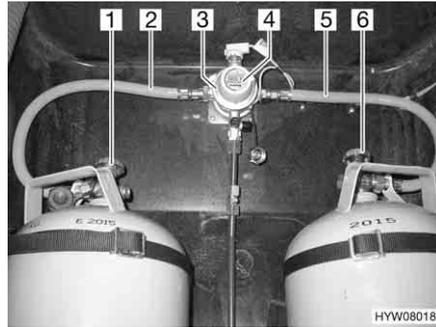
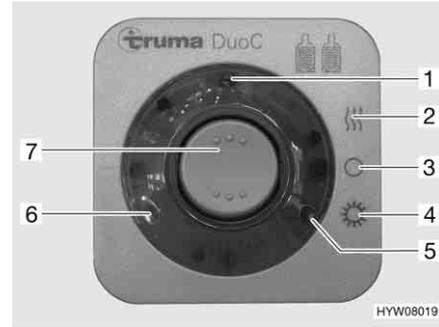

Bild 129 DuoControl-Umschaltanlage
Bild 130 Bedieneinheit
Die DuoControl-Umschaltanlage besteht aus einem Umschaltventil (Bild 129,3) und der Bedieneinheit (Bild 130). Das Umschaltventil ist zwischen den Gasschläuchen (Bild 129,2 und 5) montiert. Mit dem Drehknopf (Bild 129,4) am Umschaltventil kann bestimmt werden, welche der Gasflaschen als Betriebsflasche und welche Gasflasche als Reserveflasche verwendet wird.
An der Bedieneinheit (Bild 130) können nur die elektrischen Funktionen geschaltet werden. Die Haupt-Absperrventile der Gasflaschen (Bild 129,1 und 6) müssen von Hand geöffnet werden.
Das Umschaltventil gewährleistet einen konstanten Gasdruck, unabhängig davon, welche Gasflasche Gas liefert. Die zwei Kontroll-Leuchten an der Bedieneinheit zeigen den Füllstand der Betriebsflasche an. Wenn die grüne Kontroll-Leuchte (Bild 130,6) leuchtet, ist die Betriebsflasche voll. Wenn die rote Kontroll-Leuchte (Bild 130,5) leuchtet, ist die Betriebsflasche leer. Die Gasversorgung erfolgt dann über die Reserveflasche.
- Die Haupt-Absperrventile an den Gasflaschen (Bild 129,1 und 6) öffnen.
- Mit dem Drehknopf (Bild 129,4) am Umschaltventil (Bild 129,3) die Gasflasche wählen, der vorrangig das Gas entnommen werden soll (Betriebsflasche).
- An der Bedieneinheit (Bild 130) die DuoControl-Umschaltanlage einschalten.
Dazu den Wippschalter (Bild 130,7) auf Winterbetrieb "Ein und Heizen" (Bild 130,2) oder auf Sommerbetrieb "Ein" (Bild 130,4) stellen. Das Umschaltventil ist jetzt entlüftet. Die gelbe Kontroll-Leuchte (Bild 130,1) leuchtet, wenn Winterbetrieb gewählt wird und die Regler-Enteisungsanlage eingeschaltet ist.
- Den Wippschalter (Bild 130,7) auf "O" (Bild 130,3) stellen. Die gelbe Kontroll-Leuchte (Bild 130,1) erlischt.
- Die Haupt-Absperrventile an den Gasflaschen (Bild 129,1 und 6) schließen.
Die Kontroll-Leuchten an der Bedieneinheit (Bild 130,5 und 6) signalisieren im Fahrzeuginnenraum, ob die Betriebsflasche betriebsbereit ist.
Wenn die grüne Kontroll-Leuchte (Bild 130,6) während des Betriebs erlischt und die rote Kontroll-Leuchte (Bild 130,5) aufleuchtet, ist die als Betriebsflasche gewählte Gasflasche leer und muss gewechselt werden. Die Reserveflasche versorgt die Gasverbraucher weiterhin mit Gas.